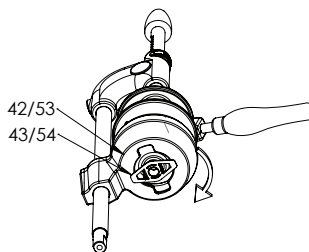

Bild 8
- Den Presskegel wie im **Bild 8 (43/54)** in Richtung der Pfeile drehen und stellen Sie sicher, dass sie in der vorgeschriebenen Position ist. Jetzt können Sie Ihre Früchte ganz einfach entsaften.